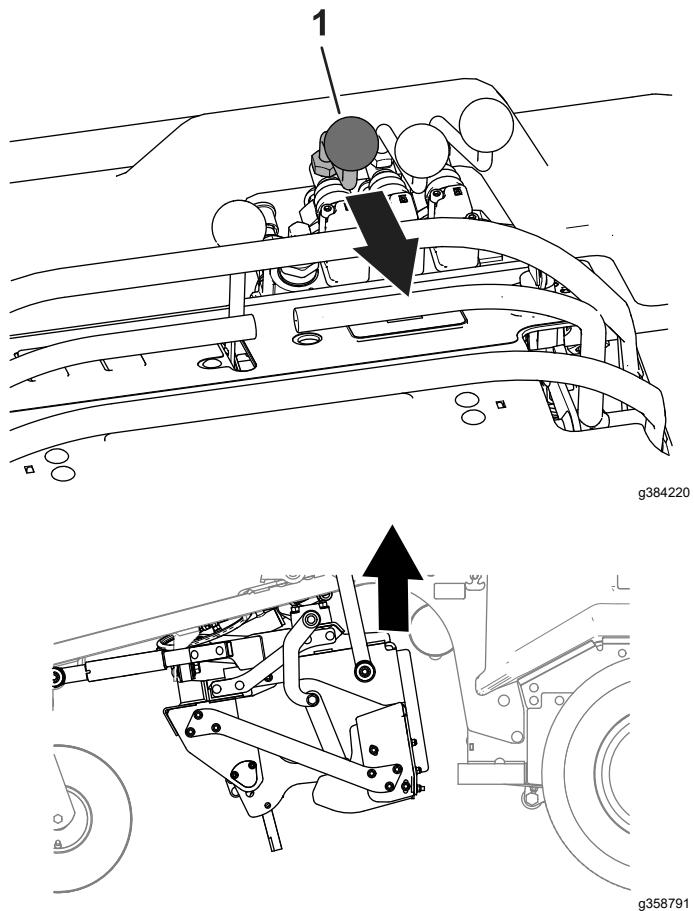

Figura 31
3. Con el motor en marcha, tire hacia atrás del control de elevación del apero de montaje intermedio para elevar el apero de montaje intermedio (Figura 31).